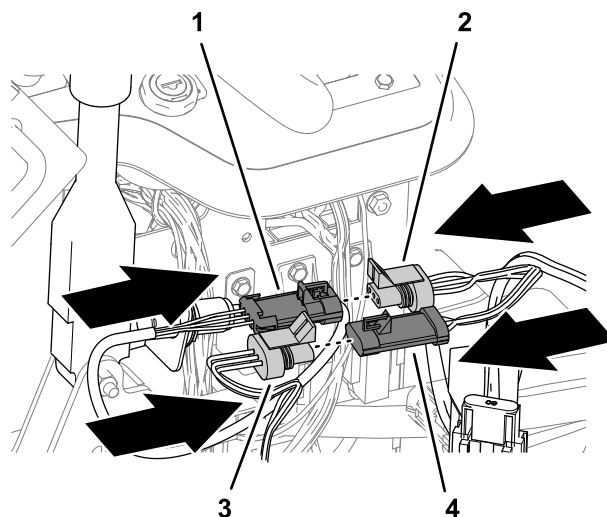

Figure 15
2. Branchez le connecteur à 3 douilles du contacteur du frein de stationnement au connecteur à 3 broches du faisceau électrique (Figure 15).
3. Branchez le connecteur à 3 broches du faisceau de la machine au connecteur à 3 douilles du faisceau électrique (Figure 15).